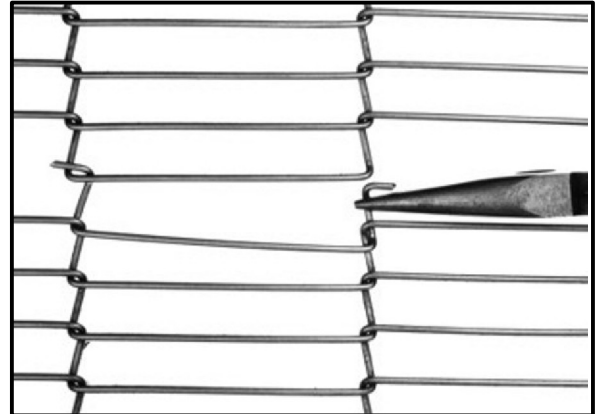

Figuur 7
4. Monteer de transportband, zoals getoond. Zie Figuur 7 – Figuur 13.